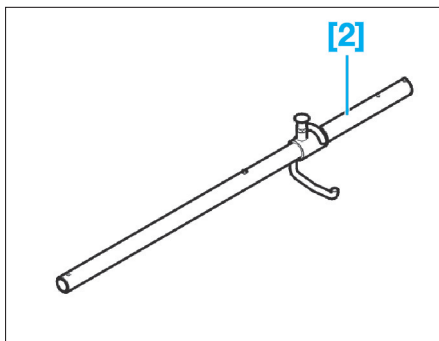

FIG. 2
- [2]. Levier de désaccouplement (réf : 999 7076) (Fig.2).